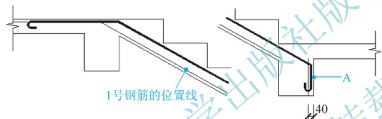

图 5.82 绘制辅助线
(8) 绘制板下部的受力筋。
① 将 A 线向左偏移 40mm 并将板下部受力筋的位置线左端点延伸至 1 号负弯矩筋处, 如图 5.82 所示。